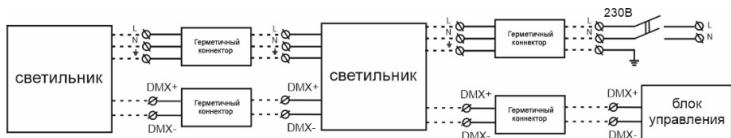

Рисунок 26 Схема транзитного подключения светильника с DMX.
3.2. Подсоединить сетевые провода согласно схеме на рисунке 2а (с ДМХ рис. 26). При транзитном подключении, общая длина линии не должна превышать 70м. При монтаже светильника обеспечить герметичность монтируемого входного провода.